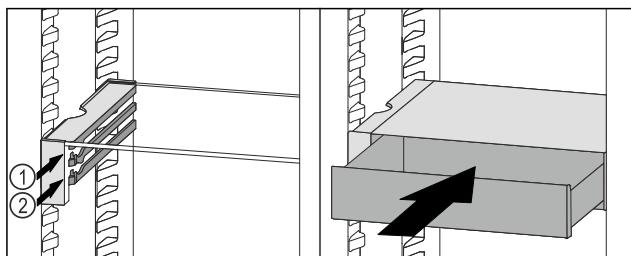

Fig. 106
- Встановити висувний ящик VarioSafe за стопорами на потрібне ребро Fig. 106 (1) або Fig. 106 (2).